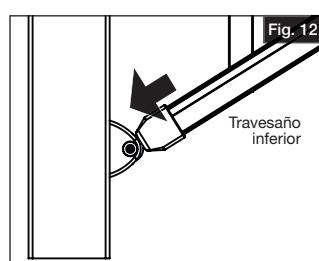

Fig. 12
- a. Presionar los soportes inferiores sobre los travesaños inferiores. Deslizar los cuatro (4) soportes en las bases para soporte, que están conectadas a los postes.
- b. Deslizar las cubiertas de soporte en las bases y fijarlas en su lugar sin apretar con los tornillos de bisagra (Fig. 12).